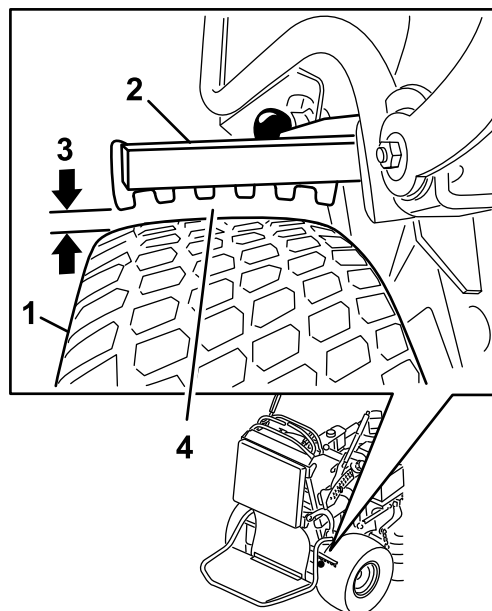

Figura 59
6. Utilizando o lado com menor folga, certifique-se de que distância é entre 3 e 6 mm, conforme indicado na Figura 59; consulte Ajuste dos travões \(página 45\) quando a distância for incorreta.
5. Rode a culatra (Figura 59).